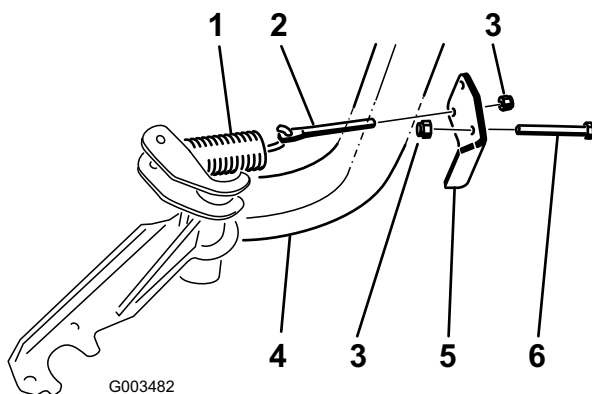

Figura 6
4. Introduzca el perno del muelle en el taladro del soporte del muelle y sujételo provisionalmente con una contratuerca (3/8 pulgada). Posicione el perno del muelle según se muestra en Figura 6.
6. Monte el soporte del muelle en el tubo del bastidor delantero con un perno (3/8 x 2-3/4 pulg.) y una contratuerca (3/8 pulgada). Posicione el soporte del muelle según se muestra en Figura 6.